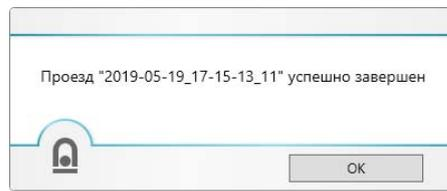

Рисунок 23 – Информационное окно о завершении проезда
4.4.3 В результате отобразится информационное окно о завершении проезда (Рисунок 23), в котором необходимо нажать кнопку «ОК».